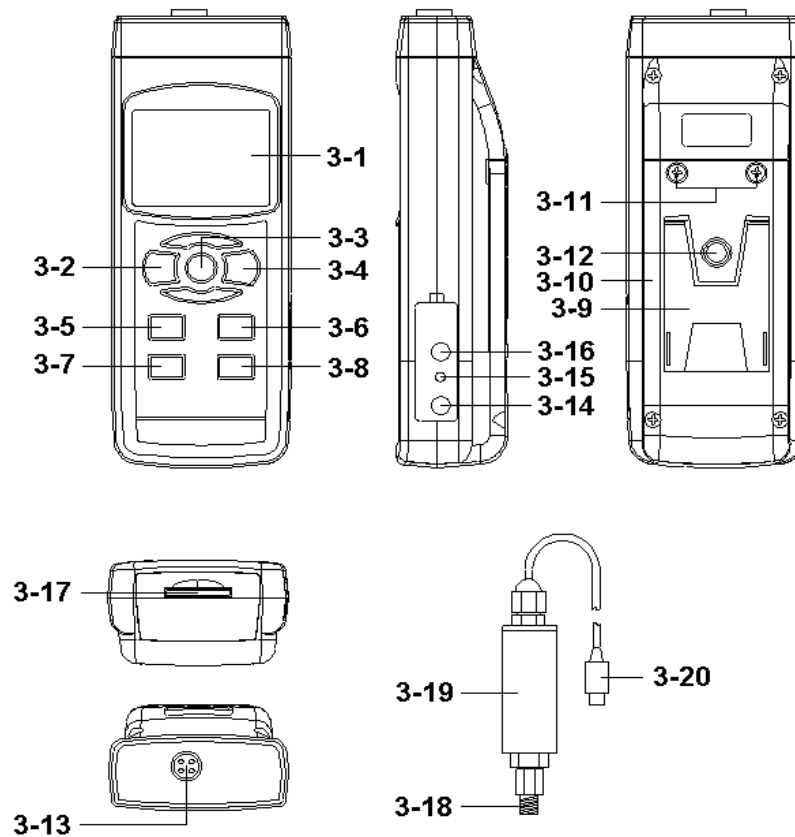

Fig.1
Después de seleccionar el sensor de presión más conveniente, presione el botón del Tipo de sensor (3-6, Fig. 1). En la pantalla aparecerá el tipo de sensor para confirmar.
Por ejemplo, si el sensor que se ha seleccionado es el de 2 bar (Modelo: PS100-2BAR), si presiona el botón del tipo de sensor (3-6, Fig. 1) en la pantalla aparecerá:
- 1) Conecte el "Enchufe del sensor de presión" (3-20, Fig. 1) a la "Toma de entrada de la sonda" del medidor (3-13, Fig. 1)
- 2) Encienda el medidor presionando el "Botón Power" (3-2, Fig. 1) una vez.
- 3) Presione el "Botón del tipo de sensor" (3-6, Fig. 1) para comprobar si el tipo del sensor es el mismo que el sensor de presión externo.
- 4) Presione el " Botón Unit " (3-5, Fig. 1) en secuencia para seleccionar la unidad de medida como: Bar, Psi, Kg/cm2, mm Hg, inch Hg, medidor H2O, inch H2O, Atmósfera, hPA, kPA.
Si en la pantalla no aparece el valor cero, pulse el "Botón Zero" (3-7, Fig. 1), > 10 segundos continuamente y el valor de la pantalla cambiará a cero.
- 6) Conecte el "Puerto conector del sensor de presión" (3-18, Fig. 1) para la instalación para medir el valor de la presión.
Durante la medición, presione el "Botón Hold" (3-3, Fig. 1) para mantener el valor de la medición y en la pantalla LCD mostrará el símbolo " HOLD".
- 1) La función de grabación de datos guarda las lecturas de los valores máximos y mínimos. Presione el botón "REC " (3-4, Fig.1 ) una vez para iniciar la función. El símbolo " REC " aparecerá en la pantalla.
- a) Presione el botón " REC " (3-4, Fig. 1) el símbolo " REC. MAX. " junto con el valor máximo aparecerá en la pantalla.
*Si intenta borrar el valor máximo, presione el " Botón Hold " (3-3, Fig. 1) una vez, y en la pantalla solamente aparecerá el símbolo " REC. " mientras que la función de memoria se ejecutará continuamente.*
- b) Presione el "Botón REC " (3-4, Fig. 1) de nuevo, el símbolo " REC. MIN. " junto con el valor mínimo aparecerán en la pantalla.
*Si intenta borrar el valor mínimo, presione el " Botón Hold " (3-3, Fig. 1) y en la pantalla solamente aparecerá el símbolo " REC. " mientras que la función de memoria se ejecutará continuamente.*
Cuando conecte el medidor, la luz del fondo de la pantalla LCD se encenderá automáticamente. Durante la medición presione el "Botón Backlight" (3-2, Fig. 1) una vez para apagar la luz de fondo.
Prepare una tarjeta de memoria SD (de 1 GB hasta 16 GB), inserte la tarjeta SD en la ranura de la tarjeta (3-17, Fig. 1). La parte delantera de la tarjeta SD deberá estar de cara a la cubierta inferior.
Presione el botón " REC " (3-4, Fig. 1) una vez y en la pantalla LCD aparecerá el texto "REC", luego presione el "Botón Logger" (3-8, Fig. 1), y el símbolo " DATALOGGER " parpadeará mientras que los datos de medición y la información horaria se guardan en el circuito de la memoria.
Durante la ejecución de la función de Datalogger, si se presiona el botón " Logger " (3-8, Fig. 1) una vez, se detendrá la función de Datalogger (dejará de guardar los datos de medición en el circuito de memoria temporalmente). A la misma vez, el texto " DATALOGGER " dejará de parpadear.
*Si presiona el botón " Logger " (3-8, Fig. 1) una vez más se ejecutará el Datalogger de nuevo, el texto " DATALOGGER " parpadeará en la pantalla.*
Mientras la función Datalogger está detenida, presione el botón " REC " (3-4, Fig. 1) continuamente al menos durante dos segundos. La indicación " REC " desaparecerá y se finalizará la función datalogger.
Presione el botón " REC (3-4, Fig. 1) una vez, en la pantalla aparecerá el texto " REC ", después presione el botón " Logger "(3-8, Fig. 1) una vez y el símbolo REC parpadeará y el biper sonará una vez a la misma vez que los datos de medición con la información horaria se guardan en el circuito de memoria. La pantalla inferior mostrará la Posición (Localización) y también se guardará en la tarjeta SD.